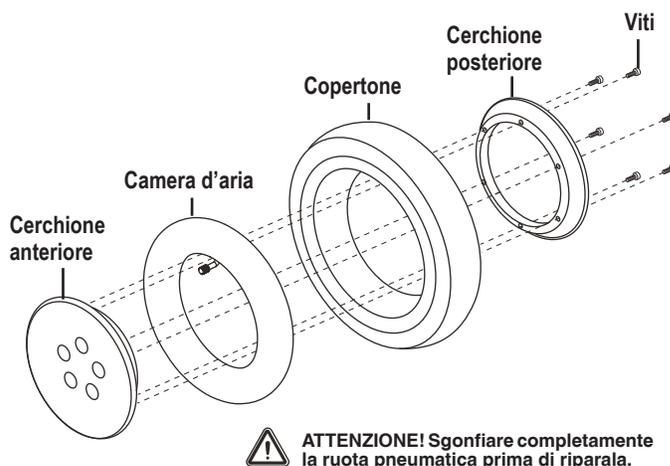

Figura 10. Ruota motrice smontata della Quantum 4Front Serie
6. Rimuovere le viti che fissano i cerchi. **Vedere figura 10.**
10. Reinstallare i cinque (5) dadi dall'interno del mozzo e stringere.